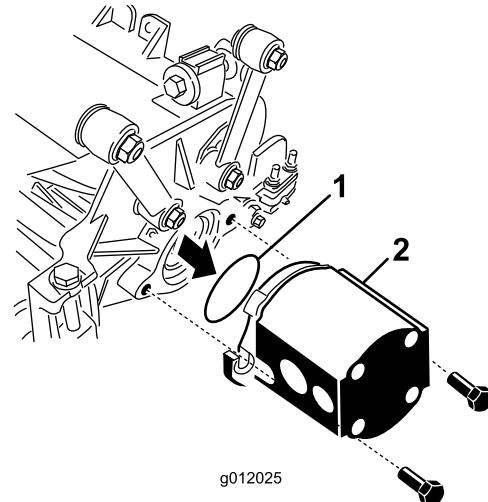

Figure 24
5. Placez le joint torique (fourni avec le plateau de coupe) sur le flasque du moteur d' entraînement (Figure 24).
6. Montez le moteur du côté entraînement du plateau de coupe et fixez-le avec deux vis d'assemblage fournies avec le plateau de coupe (Figure 24).